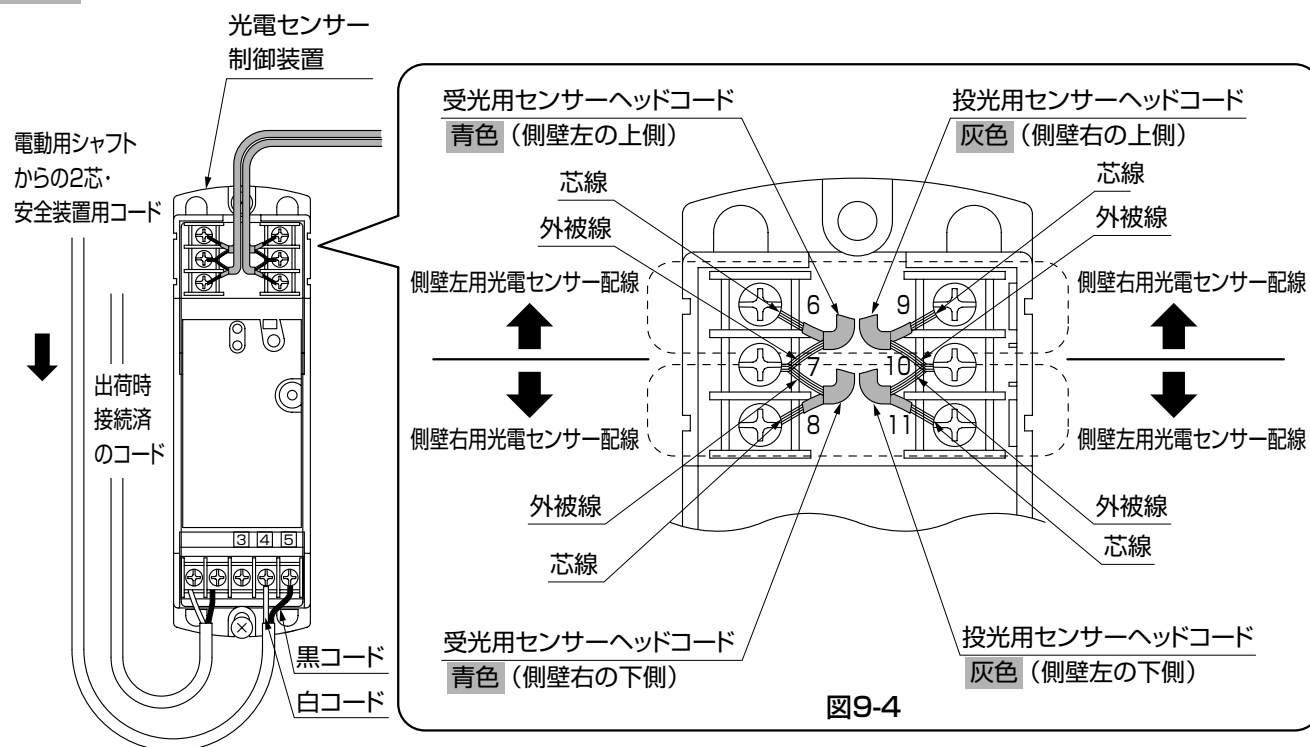

図9-4
- ①光電センサー制御装置のカバーを外して、光電センサーのヘッドコードを端子台6番から11番に接続してください。(図9-4参照)
- ②電動用シャフトの2芯・安全装置用コードを光電センサー制御装置の接点出力4(白コード)と5(黒コード)に接続してください。